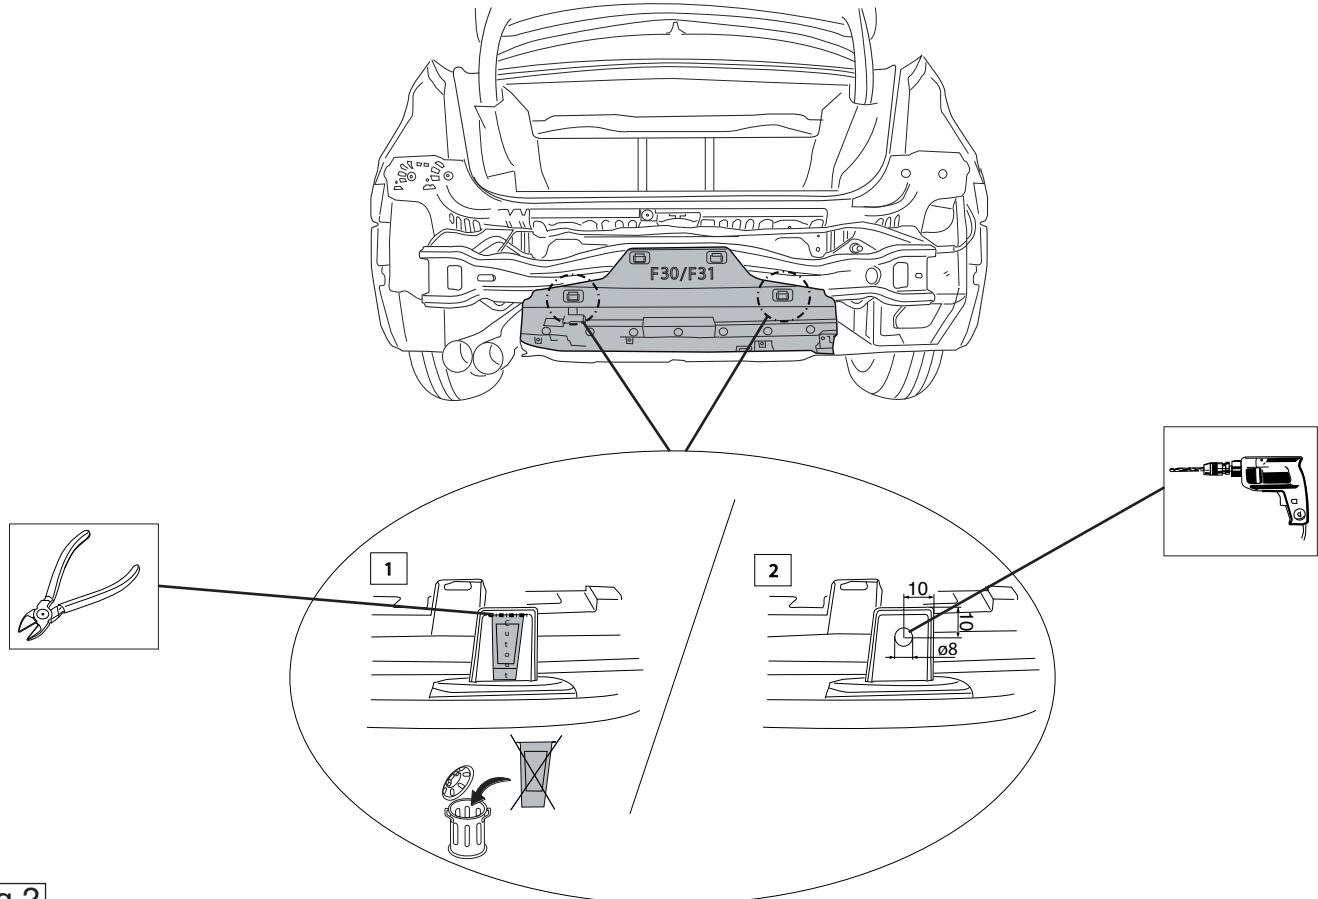

Fig.2
3. Просверлить в буферном брусе отверстия В ø 8 мм, см. рис. 2.